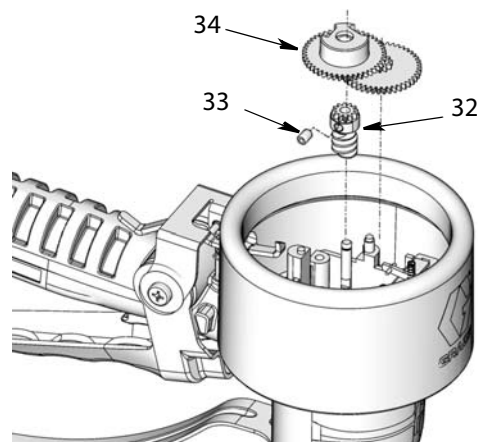

Рис. 29
- Используйте торцевой гаечный ключ размером 2 мм, чтобы выкрутить зажимный винт шестеренок (33). Извлеките шестеренки (32, 34) (Рис. 29).